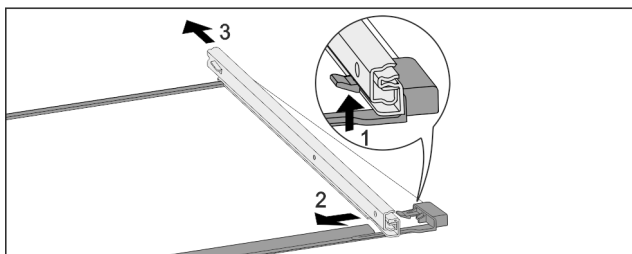

Fig. 173 Tablette en verre avec rails
- Pousser le crochet d'enclenchement avant vers le bas. Fig. 173 (1)
- Pousser le rail télescopique vers le côté Fig. 173 (2) et vers l'arrière Fig. 173 (3).